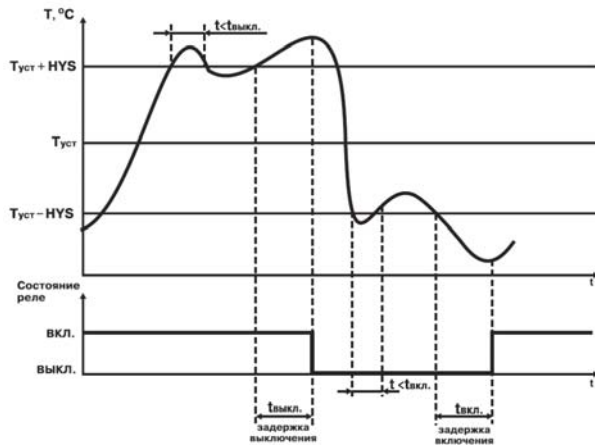

Рисунок 3.7
3.1.5.1.2 Для ЛУ, работающего в режиме двухпозиционного регулирования, может быть задано время задержки включения и время задержки выключения (рисунок 3.7).